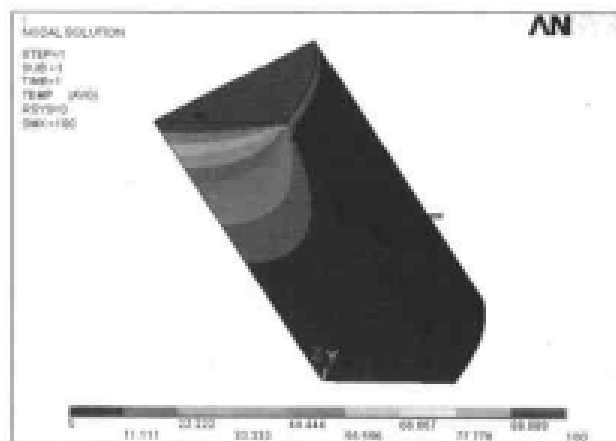

图 9-34 温度场分布等值线图
(1) 选择 Main Menu | General Postproc | Plot Results | Contour Plot | Nodal Solu 命令, 出现 Contour Nodal Solution Data 对话框, 双击选择 Nodal Solu | DOF Solution | Nodal Temperature 选项, 单击 OK 按钮, ANSYS 显示窗口显示温度场等值线图, 如图 9-34 所示。